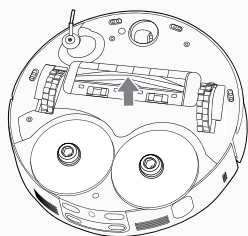

fig. 12
3. Soulevez l'agitateur en saisissant une de ses extrémités. [fig. 12]